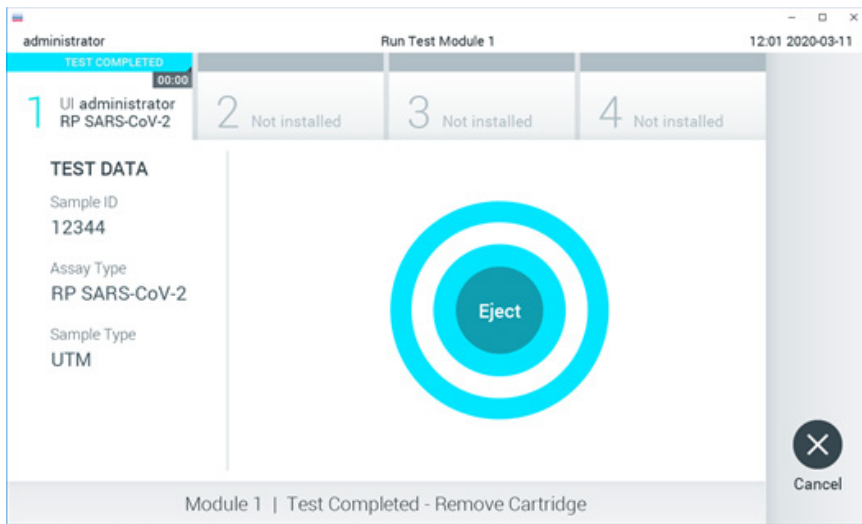

Figura 49. Afișarea ecranului Eject (Scoatere).
14. După ce testarea este finalizată, va apărea ecranul **Eject** (Scoatere) (Figura 49) și bara de stare a modulului va afișa rezultatul testării, sub forma uneia dintre următoarele opțiuni: